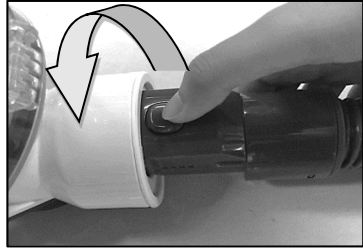

Fig2
2. **Hiqni aksesorët e zorres:** Nëse dëshironi ta çmontoni, mund ta ktheni lidhjen e zorres majtas dhe më pas ta tërhiqni. (Fig2)